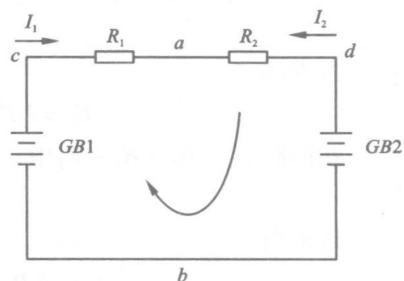

图 1-13
请用基尔霍夫第二定律列出图 1-13 回路电压方程。
①任意选定未知电流的参考方向(如图 1-13 所示);
②任意选定回路的绕行方向;
③确定电阻电压正负(若绕行方向与电流参考方向相同, 电阻电压取正值; 反之取负值);
④确定电源电动势正负(若绕行方向与电动势方向相反, 电动势取正值; 反之取负值)。